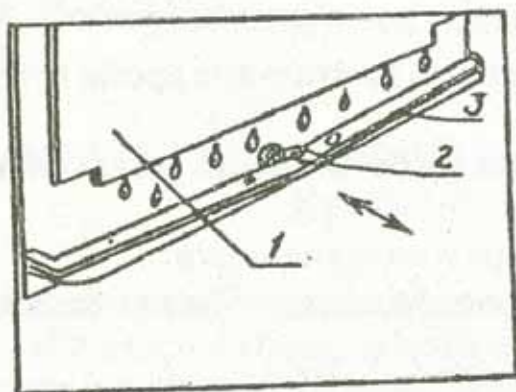

Рис.8. Схема оттаивания испарителя холодильной камеры:
7.1. В вашем холодильнике предусмотрено автоматическое удаление снегового покрова с испарителя 18 (рис.1), расположенного на задней стенке холодильной камеры. Это означает, что каждый раз в период остановки компрессора испаритель покрывается каплями воды, которые стекают в лоток 3 (рис.8) и затем через отверстие удаляются за пределы холодильной камеры. Такое периодическое оттаивание снегового покрова с испарителя холодильной камеры является обязательным и служит доказательством нормального функционирования холодильника. Частота и продолжительность циклов оттаивания зависят от установки ручки терморегулятора 1(рис.6), загрузки холодильника продуктами, температуры окружающей среды.
7.1.1. Грубым нарушением правил эксплуатации является попадание мелких частиц продуктов или упаковки этих продуктов в лоток для слива воды 3 (рис.8). При этом может произойти засоре-
Частично для предотвращения засорения системы служит специальная предохранительная решётка 2 (рис.8), которую необходимо в процессе каждой уборки извлекать и промывать водой из-под крана.
Если, несмотря на принятые меры, произошло засорение, необходимо произвести промывание системы слива. Для этого удалите предохранительную решётку 2 (рис.8) и медленно залейте 200 г горячей воды в отверстие для слива воды. Извлеките сосуд для сбора талой воды 7 (рис.3), вылейте воду и установите его на место. Повторите эту операцию несколько раз до тех пор, пока вода в сосуде не будет чистой.